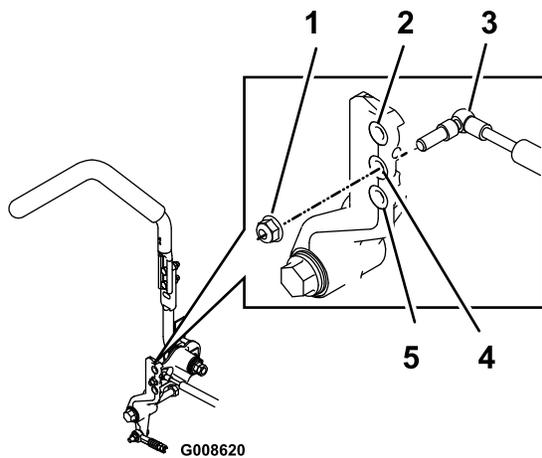

**Figure 84**
7. Amenez les leviers de commande de déplacement en position point mort. Réglez la longueur des tiges de pompes en tournant les doubles écrous dans le sens voulu jusqu'à ce que les roues tournent légèrement en marche arrière (Figure 84). Amenez les leviers de commande de déplacement en position de marche arrière et, tout en appuyant légèrement sur les leviers, laissez les ressorts d'indicateur de marche arrière ramener les leviers au point mort. Les roues doivent s'arrêter de tourner ou tourner légèrement en arrière.